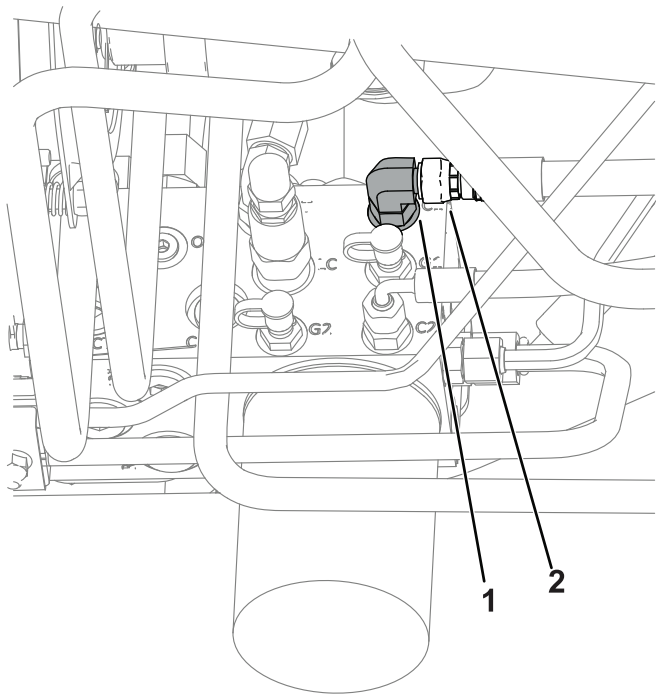

Figura 6
2. Retire el conector de manguera del acoplamiento del orificio C1 (Figura 6).